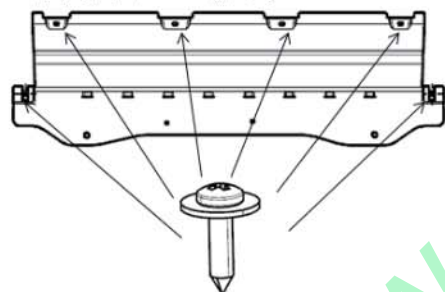

图 2-16
(2) 用十字螺丝刀拆除发动机挡泥板与前保险杠和前轮挡泥板连接的 6 个自攻钉, 取下发动机下前挡泥板, 即完成了发动机下前挡泥板的拆卸工作, 如图 2-16 所示;